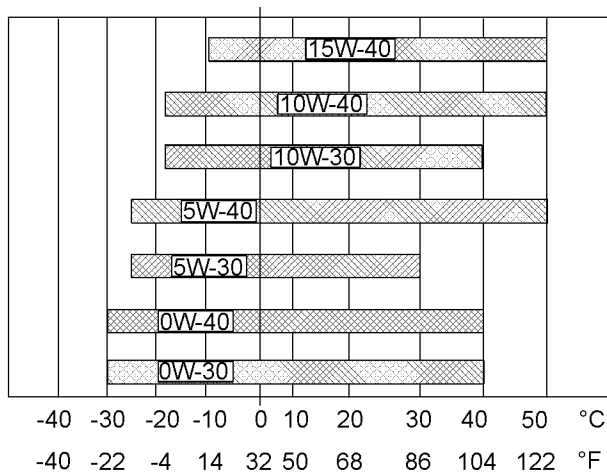

Abbildung 25
Zur Bestimmung der notwendigen Ölviskosität zum Starten eines kalten Motors siehe Abbildung 25 (minimale Temperatur).
Zur Bestimmung der notwendigen Ölviskosität für den Motorbetrieb bei der höchsten zu erwartenden Umgebungstemperatur siehe Abbildung 25 (maximale Temperatur).
- Siehe die geeigneten "Schmierstoffviskositäten". Siehe die entsprechende Abbildung 25, um den richtigen Viskositätsgrad für den Motor zu bestimmen.